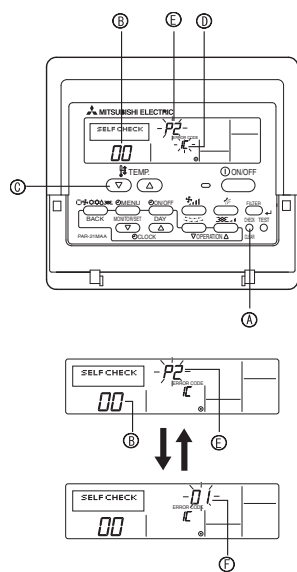

Fig. 7-3
7.3.1. Pour la télécommande filaire (Fig. 7-3)
- ① Mettre sous tension.
- ② Appuyer deux fois sur la touche [CHECK] (vérification).
- ③ Régler l'adresse du réfrigérant à l'aide de la touche [TEMP] lors de l'utilisation de la télécommande du système.
- ④ Appuyer sur la touche [ON/OFF] (marche/arrêt) pour arrêter l'auto-vérification.